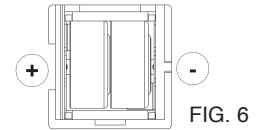

FIG. 6
- 3) Remove the old batteries (you have 1 minute to replace the batteries once the old batteries are removed without losing the existing programs) and replace the new batteries with the positive terminals facing as shown in fig. 6.
- 3) Retirez les vieilles piles (vous avez 1 minute pour remplacer les piles après avoir retiré les vieilles piles sans perdre les programmes actuels) et remplacez les nouvelles piles avec les bornes positives face selon l'indication sous la fig. 6.